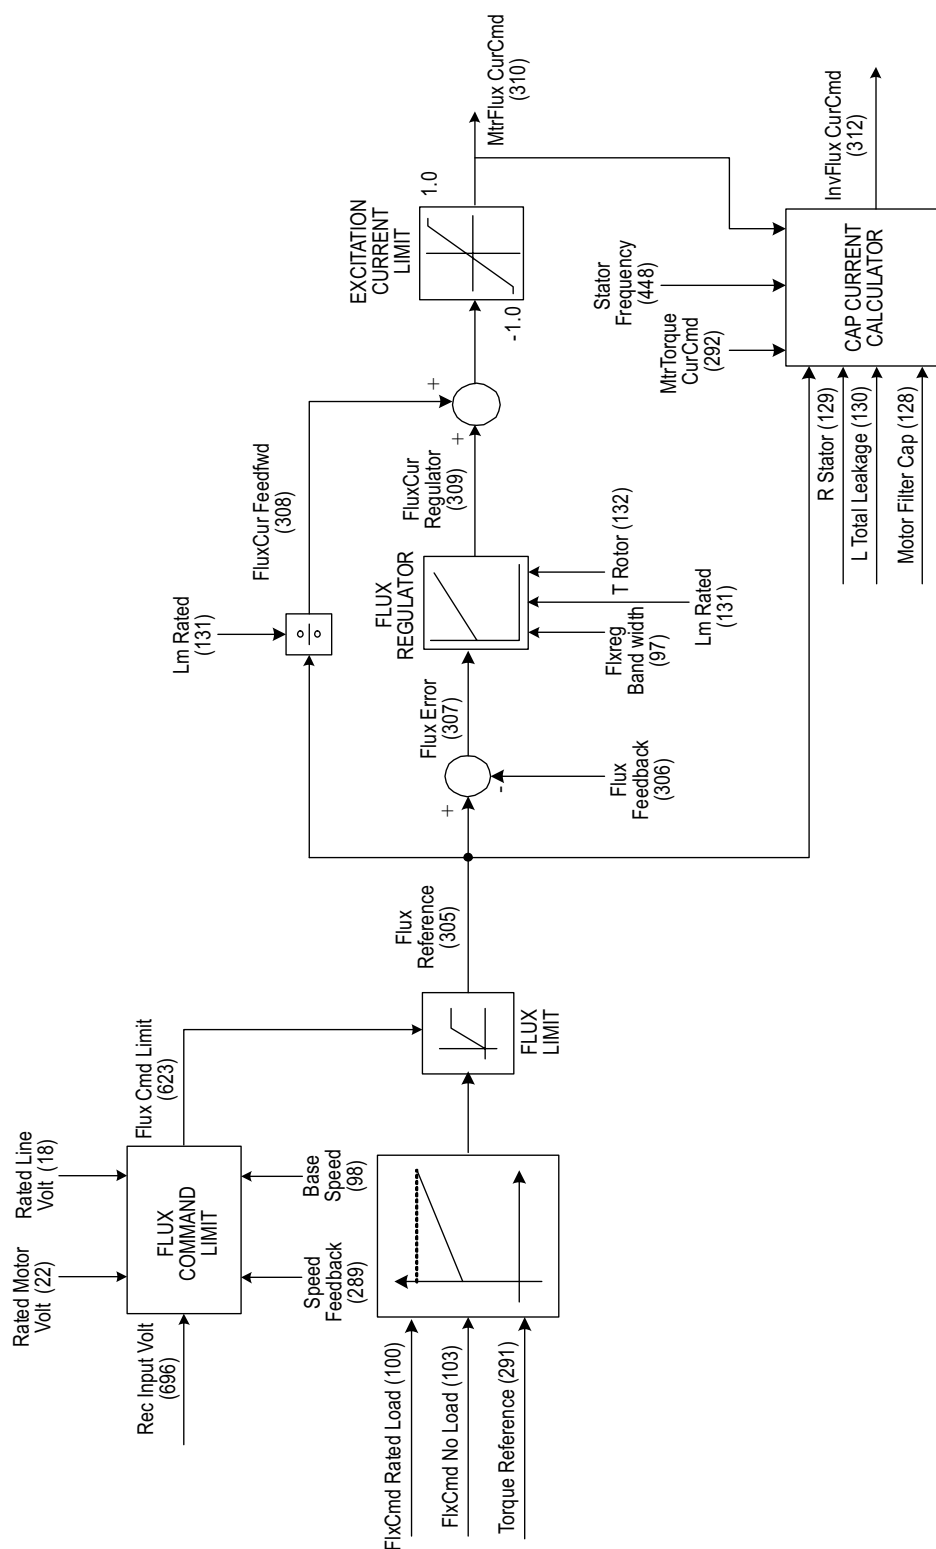

Рис. 1.5 – Управление магнитным потоком
Функция блока «Управление магнитным потоком» (*Flux Control*) (рис. 1.5) состоит в определении намагничивающей составляющей (I_{sd}) тока статора (I_s), необходимой для поддержания нужных характеристик магнитного потока в электродвигателе. Входными параметрами являются «ОС по потоку» (*Flux Feedback*) (306) и «Частота статора» (*Stator Freq*) (448) из модели двигателя, «ОС по скорости» (*Speed Feedback*) (289) и опорный крутящий момент «Задание момента» (*Torque Reference*) (291) из блока «Управление частотой вращения» и измеренное «Напряжение на входе выпрямителя» (*Rec Input Volt*) (696).